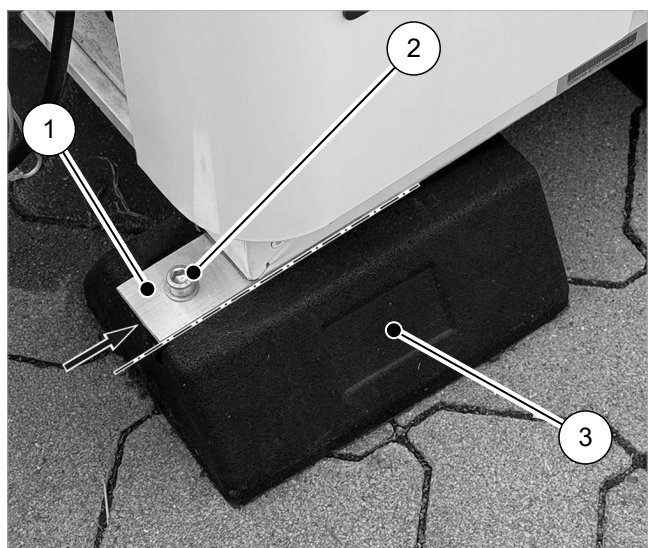

Abb. 3: Wärmepumpe auf Schwingungsdämpfern verschrauben
5. Eine Schraube mit Unterlegscheibe (2) in den jeweiligen Nutstein (vgl. **→ Abb. 3**) einschrauben.
Die Schwingungsdämpfer gemäß **→ Abb. 3** ausrichten, sodass die Montagehilfe Dämpfer WP Lea möglichst viel Auflagefläche auf der Schiene des Schwingungsdämpfers hat. Die senkrechte Stirnfläche der Schwingungsdämpfer soll mit der Montagehilfe Dämpfer WP Lea abschließen (Pfeil).